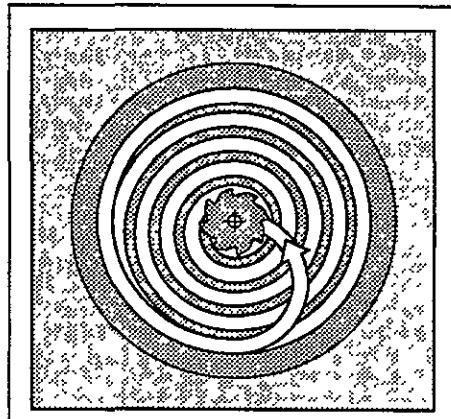

Fig. 8.11 Trajectoire de l'outil lors de l'évidement
- puis il décrit suivant l'avance programmée une trajectoire en forme de spirale (cf. fig. 8.11). La passe latérale est réalisée selon la cote k (cf FRAISAGE DE POCHES, cycle G75/G76: calculs)